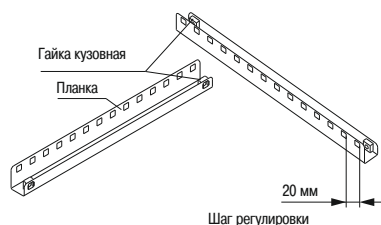

Рисунок 13
4.3.2 Вставьте кузовные гайки в планки (рисунок 13).